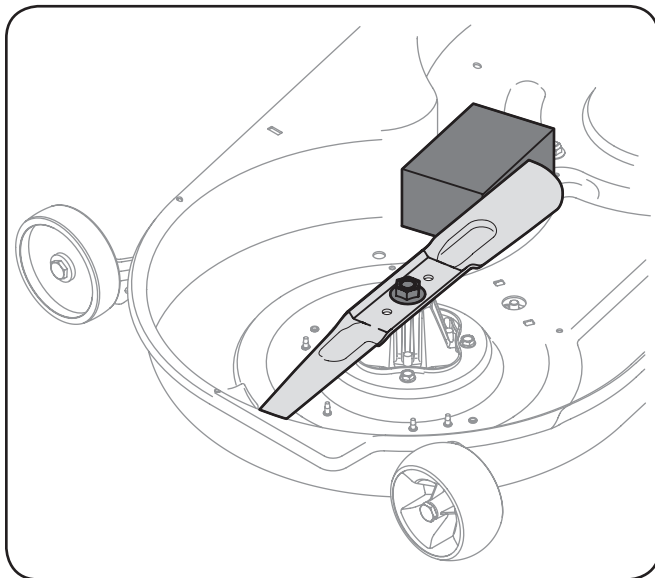

Figura 7-5
- Coloque un bloque de madera entre el deflector del alojamiento de la plataforma y la cuchilla de corte para que actúe como estabilizador. Consulte Figura 7-5.
- Extraiga la tuerca de brida hexagonal que asegura la cuchilla al montaje del husillo. Consulte Figura 7-5.